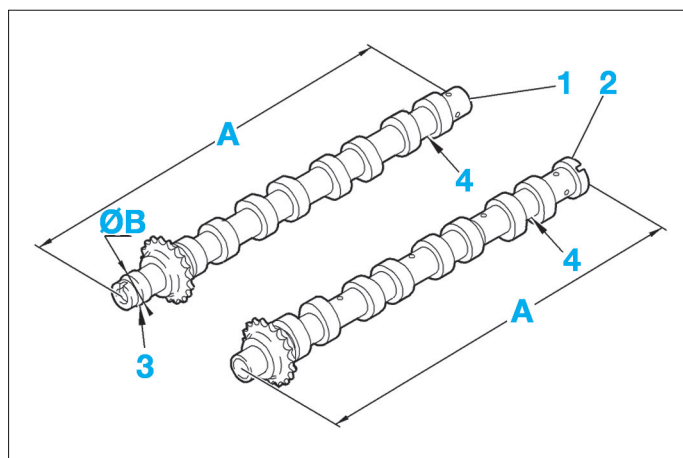

FIG. 21
IDENTIFICATION DES ARBRES À CAMES (Fig.21)
Longueur d'arbre à cames (A) (Fig.21) :